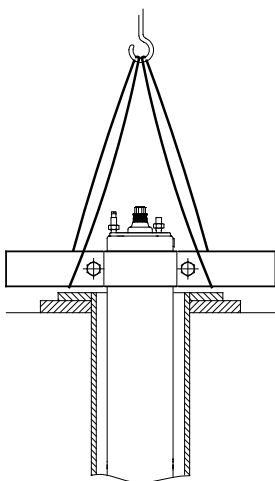

Fig. 19 Moteur en position verticale
2. Placer le moteur à la verticale du joint du forage. Voir fig. 19.